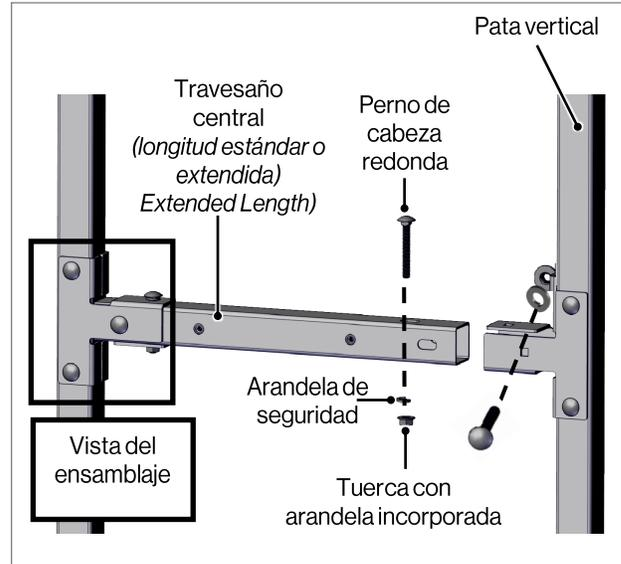

Fig. 4
2. Fije el travesaño central (artículo # 3) o el travesaño central de longitud extendida (artículo # 13) a las patas verticales con cuatro (4) pernos de cabeza redonda, cuatro (4) tuercas con arandela incorporada y cuatro (4) arandelas de seguridad (Fig. 4).